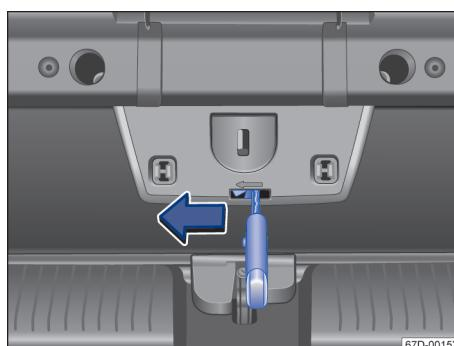

图 55 在行李厢中：行李厢盖的应急解锁机构
- 将钥匙头插入行李厢盖中的开口→图 55 并沿箭头方向按压解锁拨杆，解锁行李厢盖。